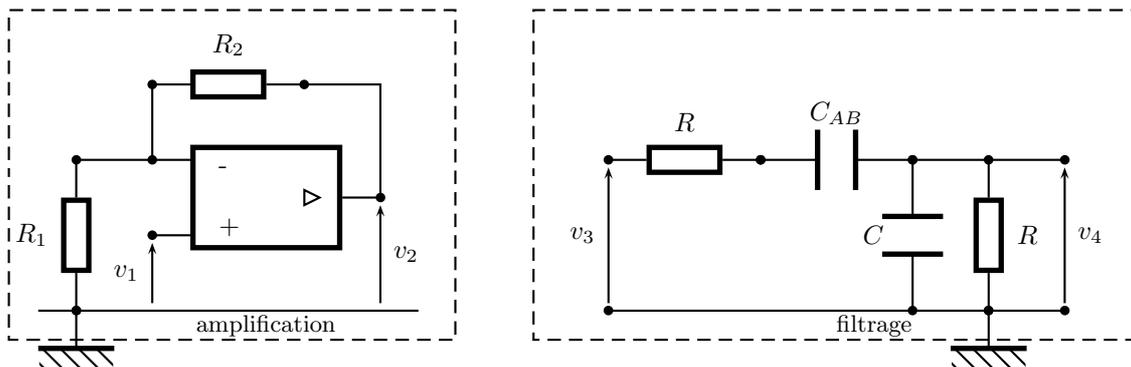

FIGURE 12 – Amplification-Filtrage
À la tension électrique $v(t) = V_0 \cos(\omega t + \phi)$ peut être associée en notation complexe, le signal analytique $\underline{v}(t) = \underline{V}_0 \exp j\omega t$ où $\underline{V}_0 = V_0 \exp j\phi$ désigne l'amplitude complexe du signal et j le complexe tel que $j^2 = -1$. Les amplificateurs opérationnels (AO) sont supposés idéaux et en fonctionnement linéaire. Le capteur de capacité C_{AB} est inséré dans un circuit de mesure comportant deux blocs : un bloc amplificateur et un bloc de filtrage, voir le schéma de la figure 12.